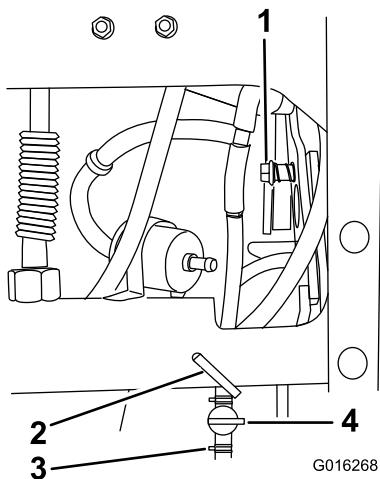

Figura 25
4. Installate il flessibile e la fascetta nella valvola di intercettazione del carburante e fissate il flessibile alla macchina con la fascetta in plastica per cavi (Figura 25).
5. Montate il bullone di spallamento e la molla di compressione sulla maniglia di sollevamento del piatto (Figura 25).